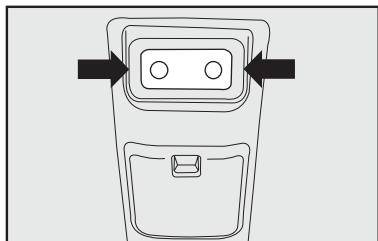

fig. 41
1) Com uma chave de fenda no ponto indicado pela **seta-fig. 41** remover o conjunto da luz interna montado a pressão;